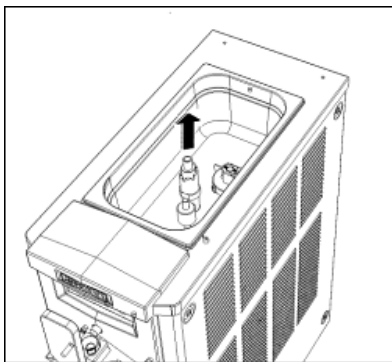

Fig. 61
- Remove the top tank lid (Fig. 61).